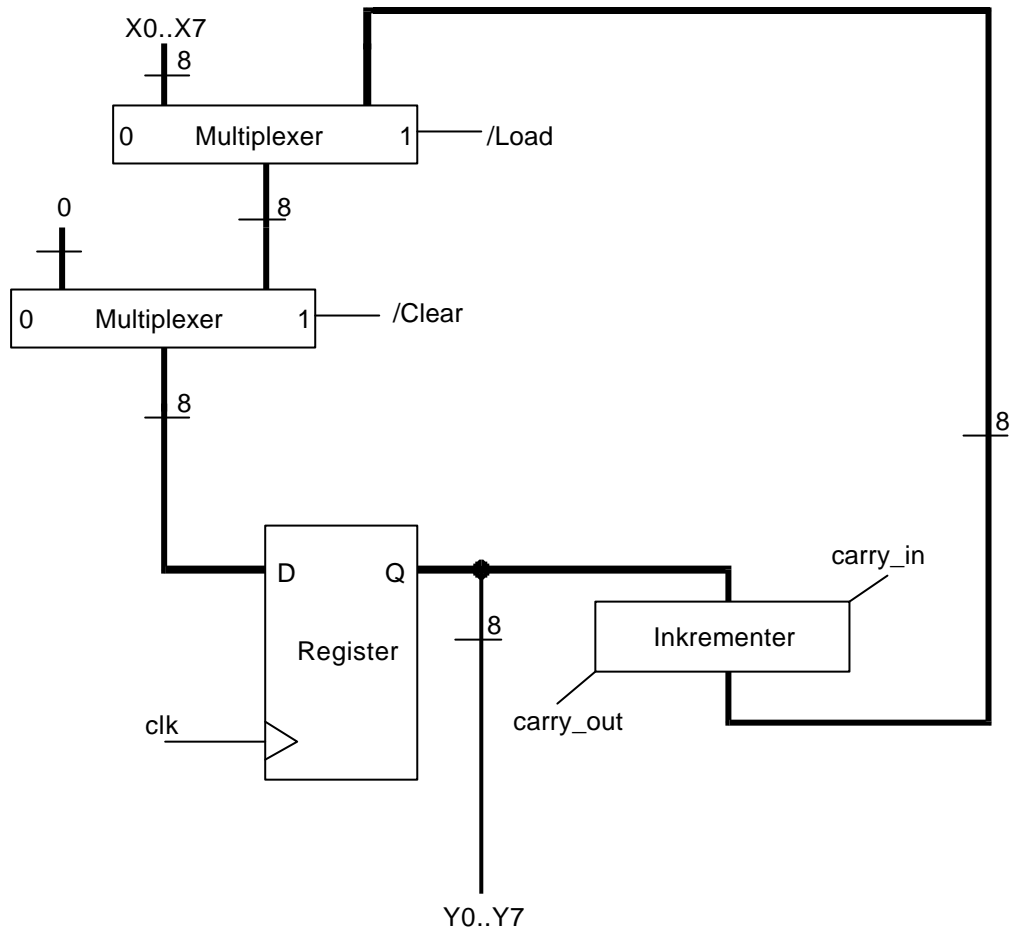

Abbildung 4: 8-Bit-Zähler
In Abbildung 4 ist das Blockschaltbild eines 8-Bit-Zählers skizziert.
- Geben Sie nun abschließend den 8-Bit-Zähler aus Abbildung 4 als GDF-File unter der Verwendung der zuvor erzeugten Symbole Multiplexer, Inkrements und Register ein.